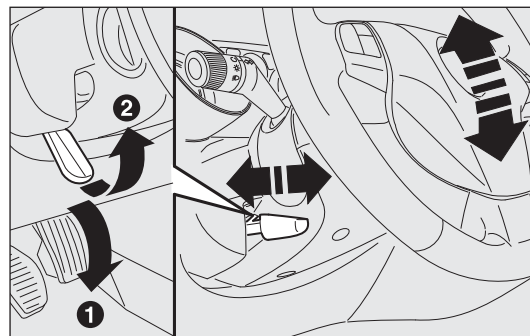

рис. 23
- отпустите рычаг А – рис. 23, сдвинув его вперед (положение 1);